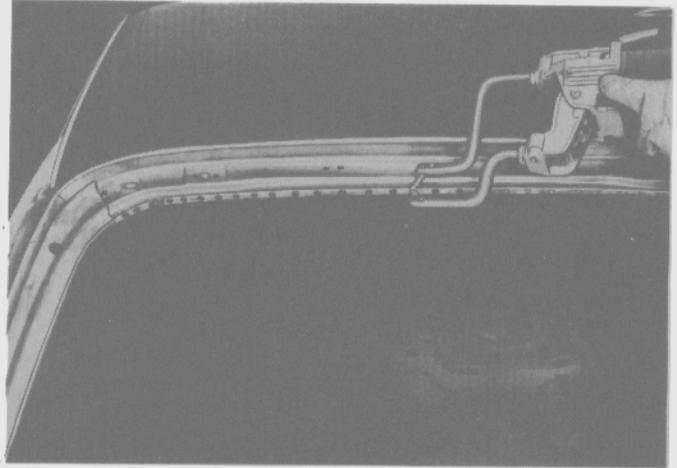

Fig. 55
- Soldar por puntos el panel de techo al panel intermedio en la zona de la abertura del portón (Fig. 55).